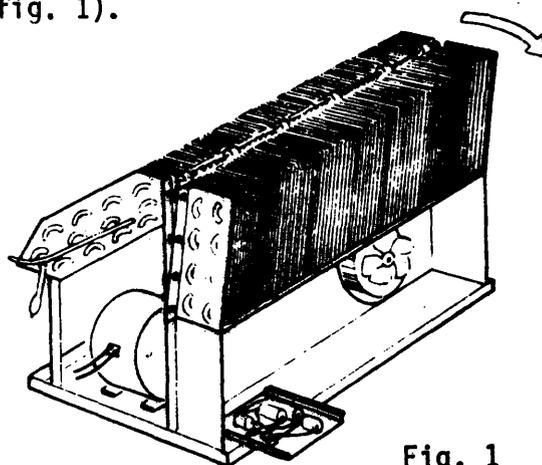

Fig. 1
- b *Desplácelo hacia el frente (fig. 1).*